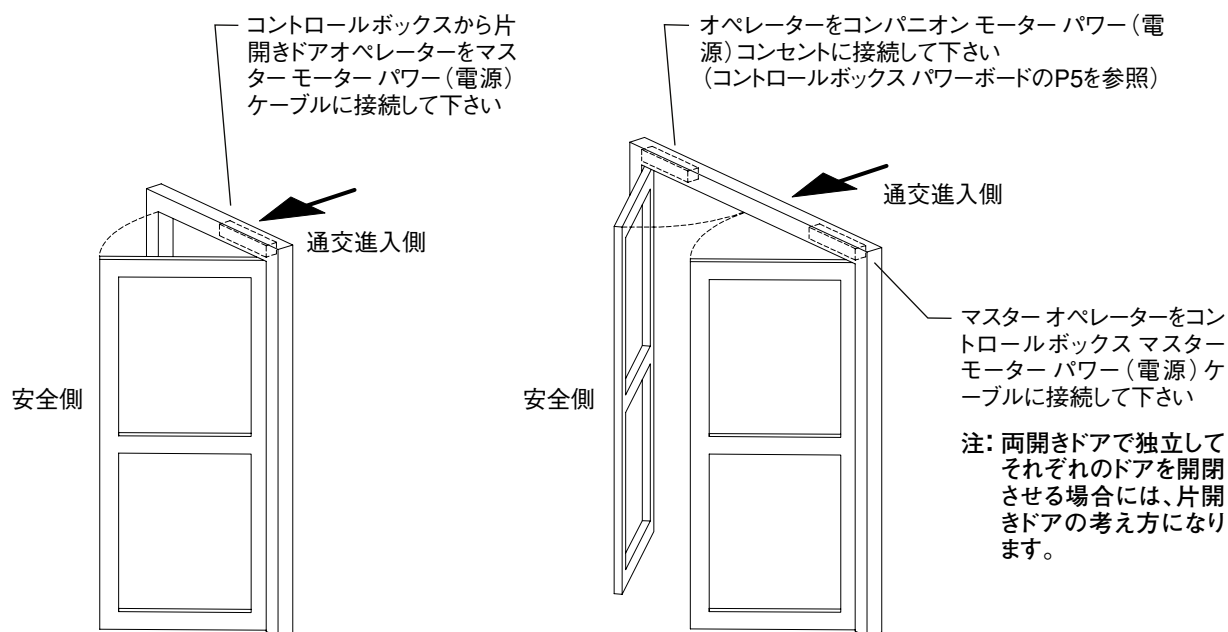

図3-1
- ・ 図3-1を読み、全体システムの構成を確認して下さい。